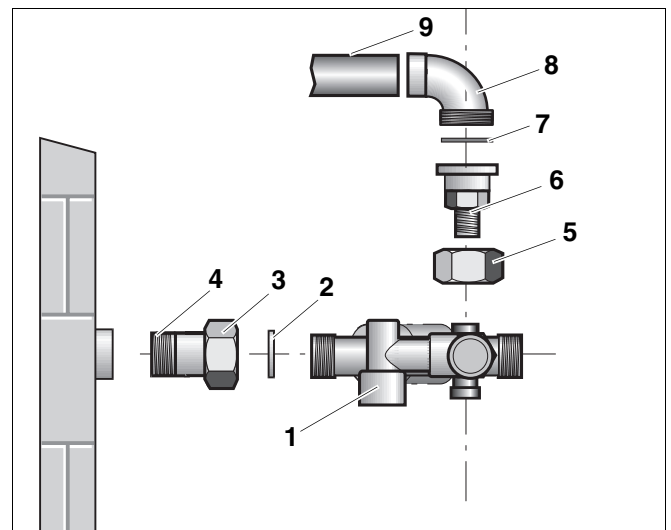

Abb. 26 Zirkulationspumpenanschluss montieren (Unterputzmontage)
- Oberen Kunststoffstopfen am Rückflussverhinderer mit Absperrventil (Abb. 26, **Pos. 1**) herausdrehen.
- Mutter (Abb. 26, **Pos. 5**) über Reduziernippel G $\frac{1}{4}$  (Abb. 26, **Pos. 6**) stecken.
- Reduziernippel G $\frac{1}{4}$  (Abb. 26, **Pos. 6**; selbst dichtend) in den oberen Anschluss einschrauben.
- Anschlusswinkel (Abb. 26, **Pos. 8**) mit Zirkulationsleitung (Abb. 26, **Pos. 9**) verlöten.
- Reduziernippel (Abb. 26, **Pos. 6**) mit Mutter (Abb. 26, **Pos. 5**) und Dichtung (Abb. 26, **Pos. 7**) an Anschlusswinkel (Abb. 26, **Pos. 8**) schrauben.